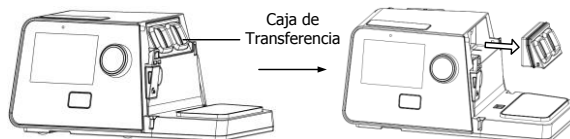

Fig. 18-2
(1) **Extracción de la caja de transferencia:** primero retire la cámara de agua del dispositivo y luego retire la caja de transferencia, como se muestra en la Fig. 18-2.